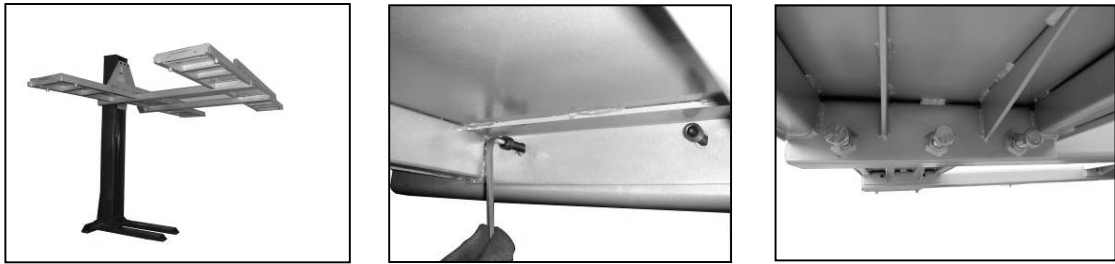

Abbildung: 10-A, B, C Befestigung der Fahrbahn
- 11) Montieren Sie die Fahrbahnen an den Auslegern. Da diese schwer zu bewegen sind, sollten Sie zur Unterstützung ein geeignetes Hebwerkzeug verwenden. Positionieren Sie die Fahrbahnplattformen entsprechend der Befestigungslöcher an den Auslegerarmen. Verschrauben Sie dann die Fahrbahn an den Auslegerarmen mit den Einstell- und Spanschrauben. (Abb. 10-A, B, C)